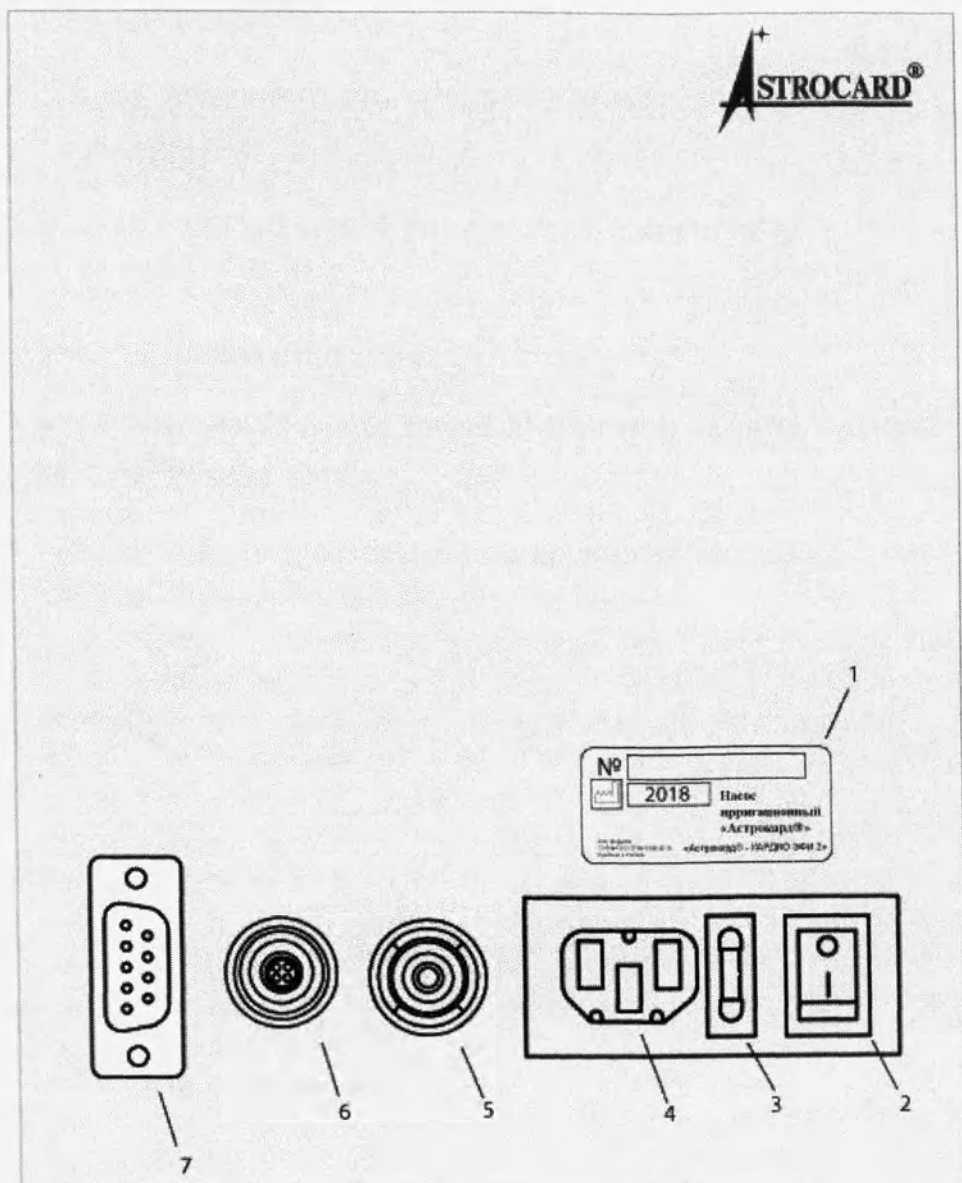

Рисунок 2 – Элементы задней панели
1. Подключить кабель питания к разъему 4 (рис.2) на задней панели устройства.
Подключите интерфейсный кабель к разъему 7 (на рис.2) на задней панели.
Педаль подключается к разъему 6 (на рис.2) на задней панели устройства.